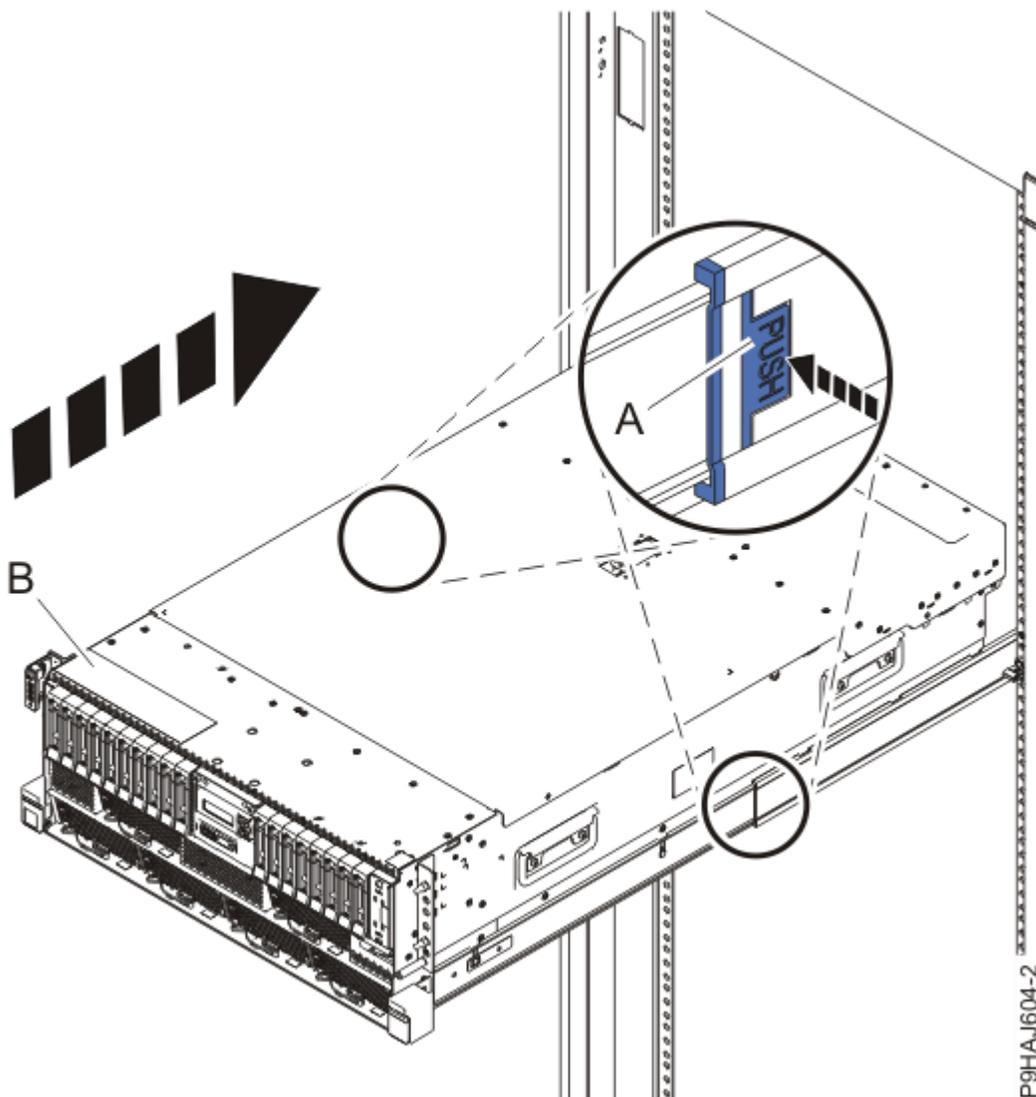

図 38. システムの操作位置への設置
5. ラック・マウント型システムの場合、青色のレール安全ラッチ (A) を、40 ページの図 38 に示されているように内側に押してアンロックします。